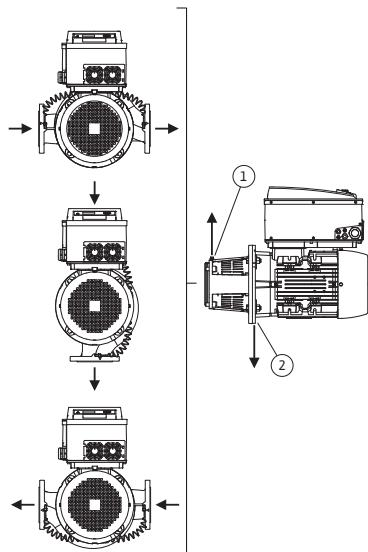
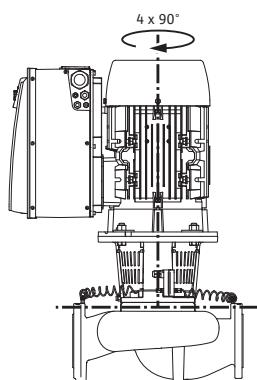

Fig. 18: posiciones de montaje admisibles con el eje del motor horizontal
Fig. 19: posiciones de montaje admisibles con el eje del motor vertical
- Con el eje del motor en horizontal, la válvula de ventilación en la linterneta (fig. 6, pos. 1.31) tiene que mirar siempre hacia arriba (fig. 12). Con el eje del motor en vertical se admite cualquier orientación. Consulte a este respecto también Fig. 18: "posiciones de montaje admisibles con el eje del motor horizontal" en la página 18 y Fig. 19: "posiciones de montaje admisibles con el eje del motor vertical" en la página 18.
- Con el eje del motor en horizontal, el orificio de condensación debe estar hacia abajo (fig. 18, pos. 2). Si no es así, gire el motor convenientemente.